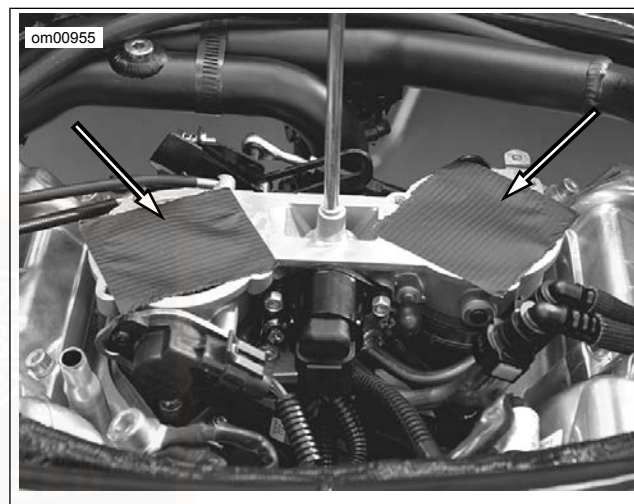

Abbildung 52. Abdecken der Einspritzdüsen-Einlassöffnungen
7. Siehe Abbildung 52. Die Einspritzdüsen-Einlassöffnungen abdecken.